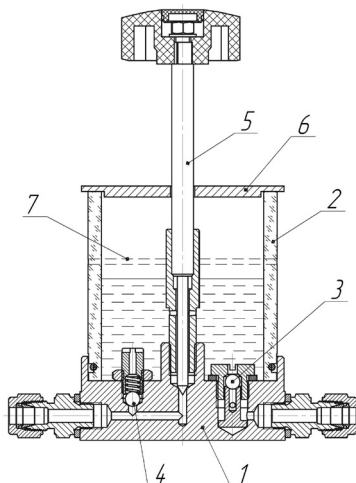
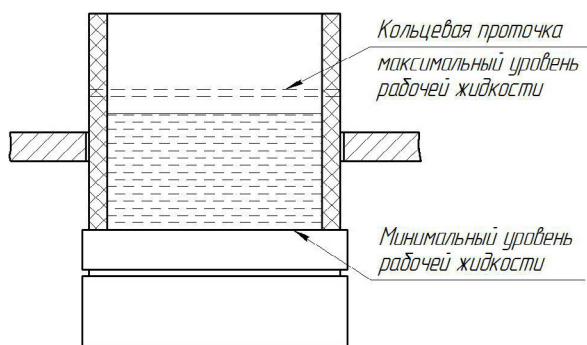

Рисунок 2. Стакан
Рисунок 7. Определение уровня рабочей жидкости
Стакан для рабочей жидкости состоит из основания стакана 1 (Рис. 2), прозрачного корпуса 2, впускного клапана 3, предохранительного клапана 4, иглы вентиль сброса давления 5, крышки стака-
6.6 Залейте рабочую жидкость в стакан до уровня, не превышающего максимального (Рис. 7). Клапан сброса давления 5 (Рис.2) в стакан для рабочей жидкости пока не устанавливайте.
6.8 Установите клапан сброса давления 5 (Рис. 2) в стакан для рабочей жидкости и закройте его с небольшим усилием.